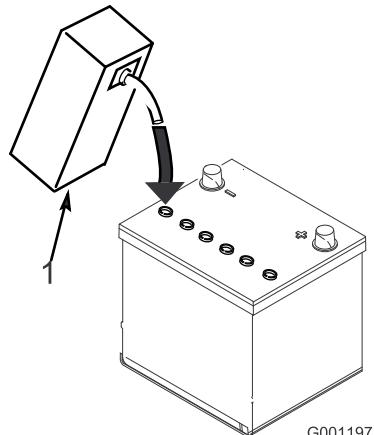

Figura 5
- Riempite con cautela ciascun elemento di elettrolito finché le piastre non sono coperte con circa 6 mm di fluido (Figura 5).
- Attendete circa 20 o 30 minuti perché le piastre assorbano l'elettrolito. All'occorrenza rabboccate finché l'elettrolito non è a 6 mm circa dalla base della tazza di riempimento (Figura 5).